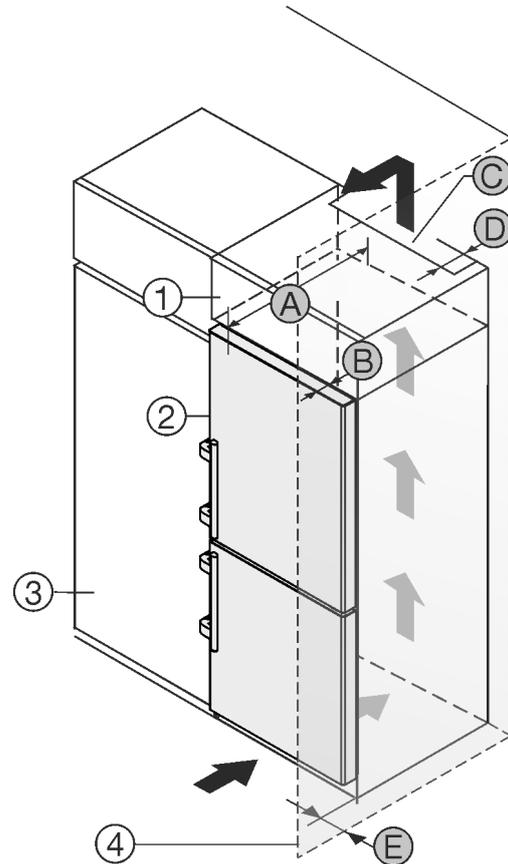

Fig. 2
- (1) Uždedama spintelė\*
- (2) Prietaisas\*
- (3) Virtuvės spinta\*
- (4) Sieną\*
- (A) Prietaiso gylis\*
- (B) Durų gylis\*
- (C) Vėdinimo angos skerspjūvis\*
- (D) Atstumas iki galinės prietaiso pusės\*
- (E) Atstumas iki prietaiso pusės\*
Prietaisą galite statyti iš karto šalia virtuvės spintelės *Fig. 2 (3)*.\*
Galiniėje uždedamos spintelės pusėje turi likti tarpas ventiliacijai, kurio gylis *Fig. 2 (D)* būtų per visą uždedamos spintelės plotį.\*
Po patalpos lubomis turi būti laikomasi vėdinimo angos skerspjūvio *Fig. 2 (C)*.\*
Jei prietaisas su lankstais statomas greta sienos *Fig. 2 (4)*, mažiausias atstumas tarp prietaiso ir sienos turi būti 57 mm. Tai atitinka rankenų išsikišimą esant atvertoms durims.\*
Kad durys atsidarytų iki galo, palyginti su šaldytuvo priekiu, prietaisas turi išsikišti bent per savo durų gylį *Fig. 2 (B)*. Priklausomai nuo virtuvės spintelių *Fig. 2 (3)* gylio ir atstumų iki sienos nustatančių detalių naudojimo, prietaisas gali išsikišti daugiau.\*